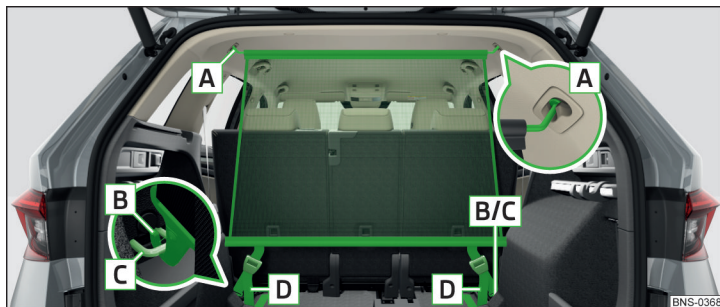

Fig. 151 Red de separación detrás de los asientos traseros
- Para **instalar** la barra transversal en la toma **A**, primero colocarla por un lado y presionarla hacia adelante. Introduzca de igual modo la barra transversal en el otro lado del vehículo en el alojamiento **A** » fig. 151.
- Tensar las correas en los finales libres **D** » fig. 151.